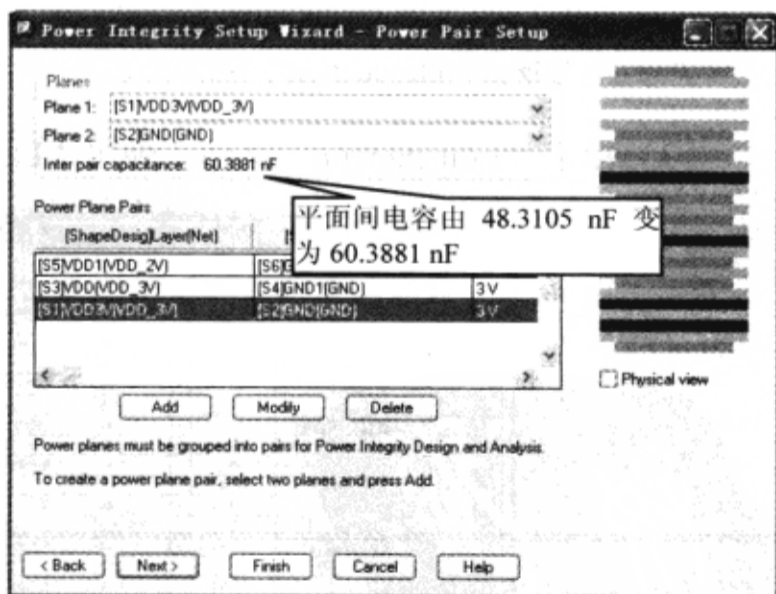

图 9-7-89 平面间的电容发生了变化
(6) 在“Power Plane Pairs”区域选择“[S1]VDD3(VDD\_3) [S2]GND(GND) 3V”。此时平面间电容由48.3105nF变为60.3881nF，如图9-7-89所示。